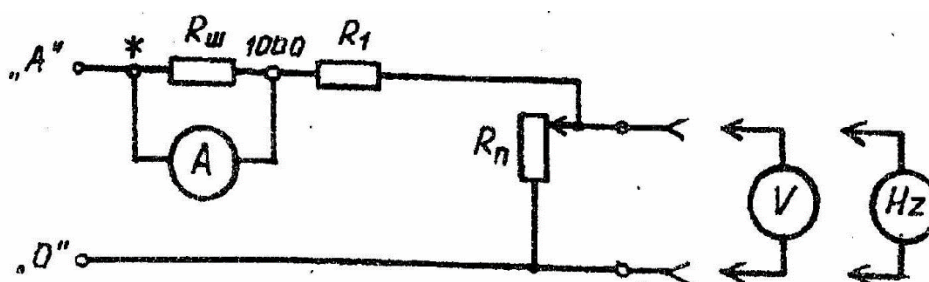

Рис. 5. Схема включения мультиметра ВР-11А
3. Собрать схему согласно рис. 5 для измерения силы тока и частоты питающего напряжения.
1. Подготовить второй мультиметр ВР-11А для измерения переменного напряжения, подключить его к движку потенциометра  $R_{\Pi}=0-200$  Ом и к гнезду «0» нулевого провода (см. рис. 5).